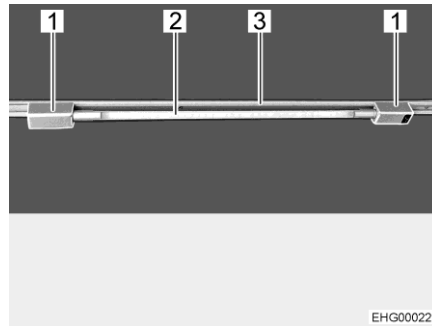

Fig. 30 Tube lumineux
Mettre le tube lumineux en place : ■ Placer les deux supports (Fig. 30,1) dans le rail (Fig. 30,3). Tourner pour ce faire les support de 90°.
■ Ficher le corps de la lampe (Fig. 30,2) dans un des supports.
Tourner le tube lumineux : ■ Tourner le corps de la lampe (Fig. 30,2) jusqu'à obtenir l'effet lumineux désiré.